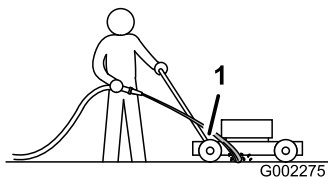

Рисунок 35
- Удерживая садовый шланг на уровне рукоятки, направьте поток воды на землю непосредственно перед правым задним колесом (Рисунок 35).